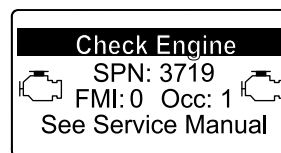

Рисунок 47
- Предупреждение о двигателе SPN 3719, FMI 0 (Рисунок 47)